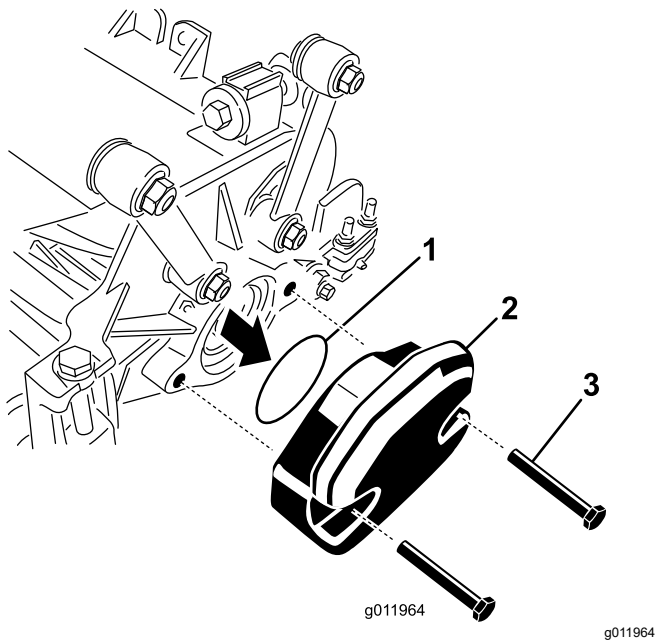

Bild 24
- Nehmen Sie den Ballast und den O-Ring (Bild 24) vom inneren Ende des rechten Mähwerks ab.